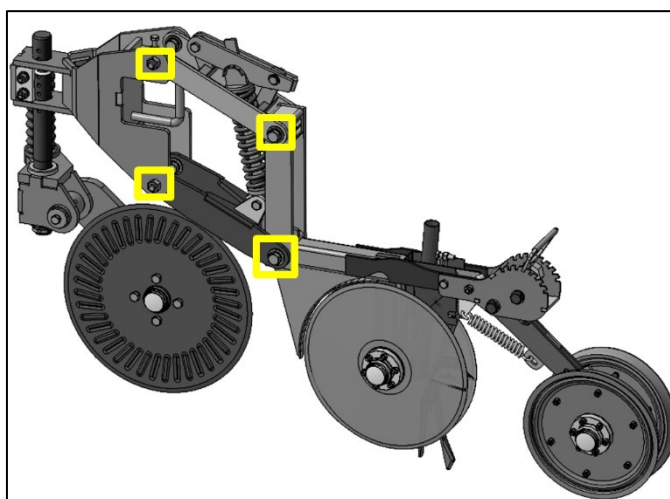

Рисунок 49 – Втулки параллелограммного механизма сошника
6.2.8 Обильно смазать машинным маслом 8 втулок с двух сторон параллелограмма сошника, рис. 49.